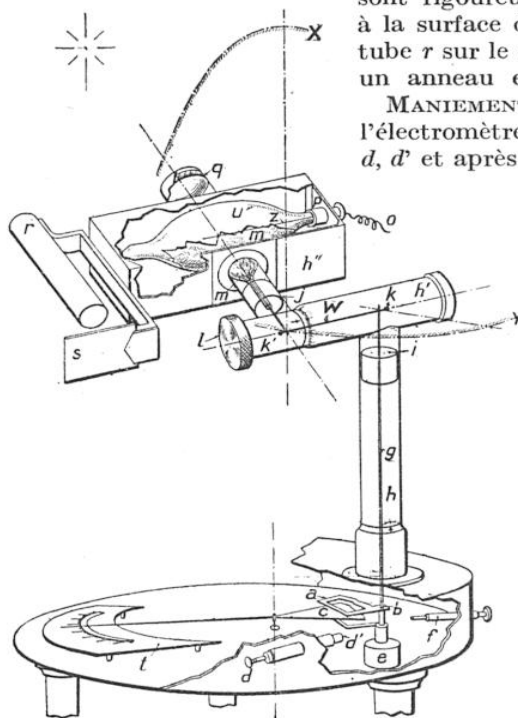

FIG. 3. — DISPOSITIFS INTÉRIEURS DE L'ACTINOMÈTRE SOLAIRE
*L'appareil se compose d'une cellule photo-électrique en quartz (très sensible), à cathode en cadmium, servant de détecteur, et d'un électromètre à cadran dont le déplacement de l'aiguille mesure l'intensité des radiations ultra-violettes. (Voir fig. 3 le dispositif intérieur de l'appareil.)*
ni modifier sa capacité électrostatique (fig. 3).